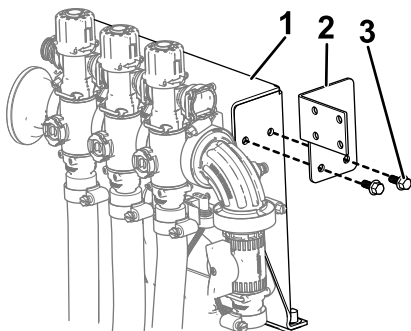

Figura 17
2. Montai suportul de montare vană pe cadrul de montare vană cu ajutorul celor 2 uruburi cu guler ($\frac{1}{4} \times 0,625$ ") aa cum se arată în Figura 17.